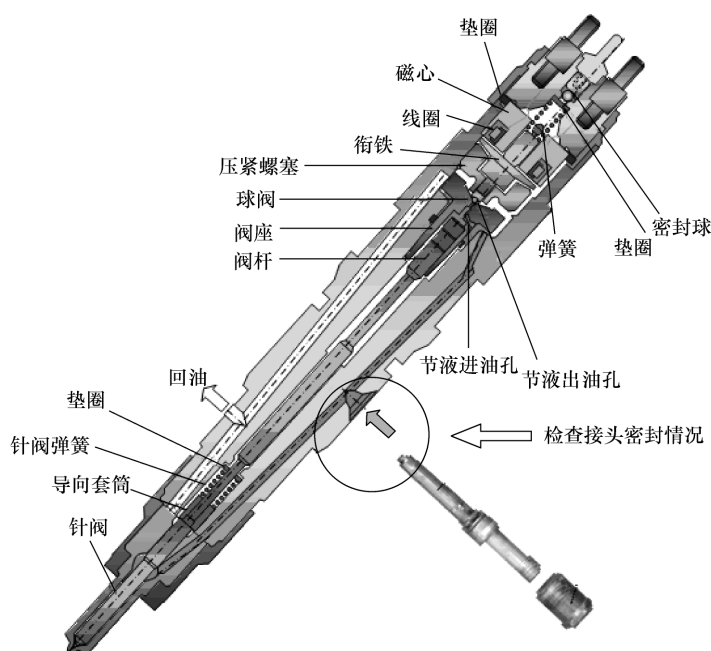

图 9-9 喷油器进油口密封性检查
(1) 潍柴 WP10/12 共轨柴油机喷油器回油测试 正常情况下喷油器回油量是很少的。检查回油量，便于发现损坏的喷油器。检查时先断开各缸喷油器回油管，用起动机拖动发动机运转，检查各缸回油量。如果发现某一缸回油量明显高于其他缸，说明该缸喷油器有故障，应重点检查高压接头与喷油器锥孔之间密封情况，必要时更换高压接头。如果更换高压接头后回油量仍然高，就说明喷油器内漏严重，应更换喷油器。BOSCH EDC7 系统喷油器结构如图 9-9 所示。
(2) 康明斯 ISLeCM2150 燃油系统喷油器回油测试
① 拆下喷油器回油管路 M12 空心螺栓。
② 安装回油测试专用工具，并将燃油导向一个带刻度的容器。
③ 起动发动机并怠速运行，直到燃油从回油管路中流出，连接 INSITE（服务软件）并运行高压燃油系统泄漏诊断测试，直到共轨内燃油压力上升到 1500bar 开始计算回油量。技术规范：45s 最大回油量为 300mL。